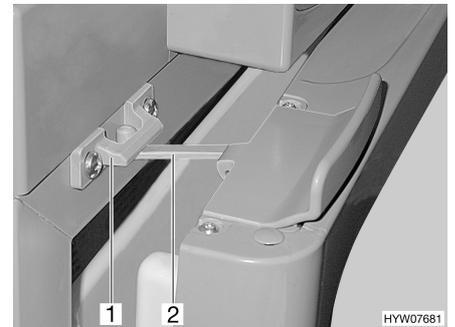

Bild 78 Kühlschrankschranktür in Lüftungsstellung (Thetford)
■ Verriegelung (Bild 78,2) aufklappen und in der Verriegelungsaufnahme (Bild 78,1) einrasten. Die Kühlschrankschranktür bleibt damit leicht geöffnet.